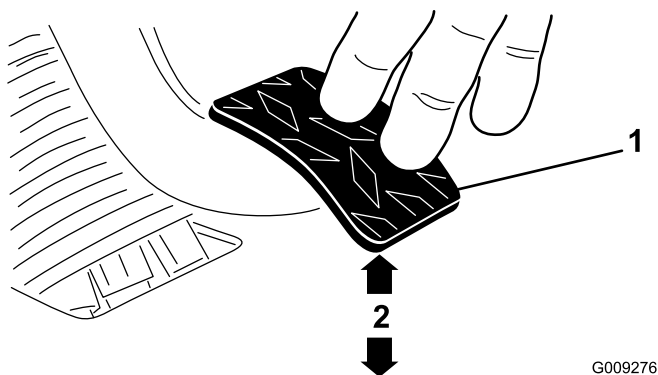

**Figura 71**
**Importante:** Assicuratevi che l'estremità dell'asta sia perpendicolare al giunto, non spostata di lato, e rimanga parallela al pedale della frizione dopo il serraggio del controdado (Figura 71).